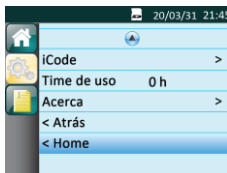

Fig. 13-10
(2) Volver a la interfaz principal Mueva el cursor a la opción **Home** girando el **Botón de Mando** , como se muestra en la Fig. 13-10.